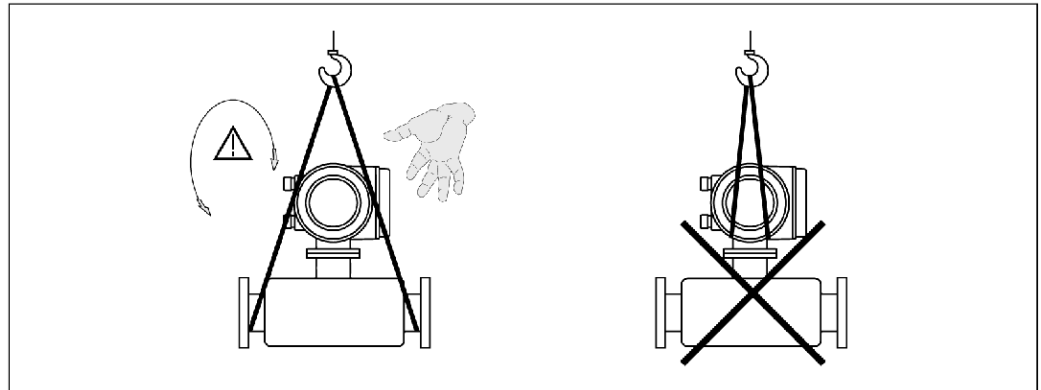

图4: DN40...100 (1 1/2 " 到4") 传感器运输指南
- 对于公称直径为DN40...100(1 1/2 " 到4")的测量仪表,不能通过变送器外壳举起仪表,而对于分离型的仪表,则不能通过连接外壳来举起仪表(图4)。使用网状软绳绕住两端连接处，请勿使用链条，以免损坏外壳。